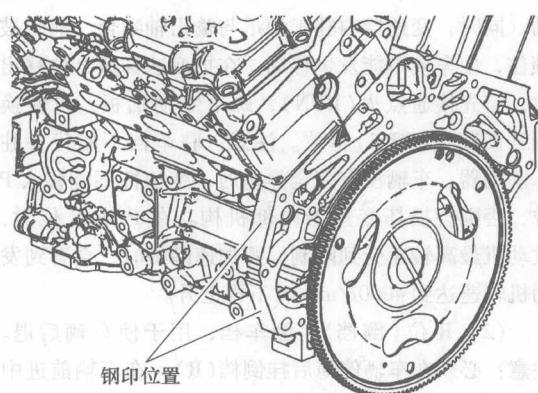

图 2-5 3.0L (LF1) 发动机号钢印的位置
(1) 车辆识别号(VIN)衍生代码。车辆识别号(VIN)衍生代码位于发动机上的两个地方，一是在发动机气缸体左后侧的基座区域，如图 2-5 所示，二是在发动机气缸体中间右下侧的基座区域。衍生代码是一个 9 位数字，由车辆装配厂压印或激光蚀刻到发动